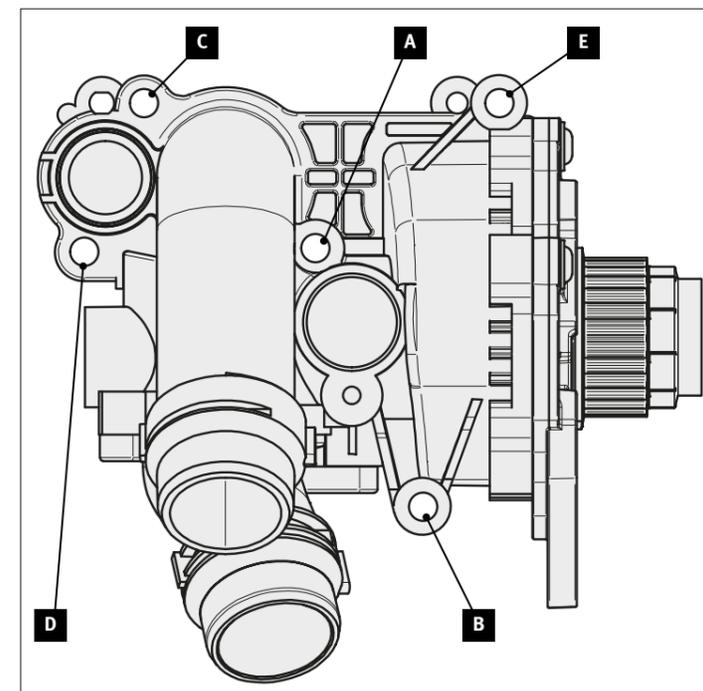

Abb. 2/ Fig. 2/ Puc. 2/ 图2
- If removed: re-install connector (2) to oil cooler (1). Replace gaskets.
- First attach the water pump to the connector (2) from the oil cooler (1) via the connection (6).
- Then attach the water pump to both centring pins on the engine block via the openings (4). Use a mirror as an aid, if necessary.
- Screw down the water pump crosswise. The sequence for tightening the bolts must be followed (Fig. 2): [A] – [B] – [C] – [D] – [E] Tightening torque: 9 Nm
- Si elle a été retirée : remettre en place la pièce de liaison (2) avec le radiateur d'huile (1). Changer les joints.
- Enfoncer d'abord la pompe à eau par le raccord (6) sur la pièce de liaison (2) avec le radiateur d'huile (1).
- Enfoncer ensuite la pompe à eau par les ouvertures (4) sur les deux goujons de centrage sur le bloc-moteur. S'aider d'un miroir si nécessaire.
- Visser la pompe à eau en croix. Respecter impérativement l'ordre de serrage des vis (Fig. 2) : [A] – [B] – [C] – [D] – [E] Couple de serrage : 9 Nm
- Enfoncer le capteur de température dans le logement (3).
- Maintenant seulement, retirer le capuchon jaune (5) !
- В случае удаления: снова установите соединительную часть (2) для масляного теплообменника (1). Замените уплотнительные прокладки.
- Сначала установите водяной насос с помощью соединения (6) на соединительную часть (2) для масляного теплообменника (1).
- Затем с помощью отверстий (4) наденьте водяной насос на оба центрирующих штифта блока цилиндров двигателя. При необходимости используйте при этом зеркало в качестве вспомогательного средства.
- Затяните болты крепления водяного насоса крест-накрест. При затяжке болтов обязательно соблюдайте надлежащую последовательность (Рис. 2): [A] – [B] – [C] – [D] – [E] момент затяжки: 9 Нм